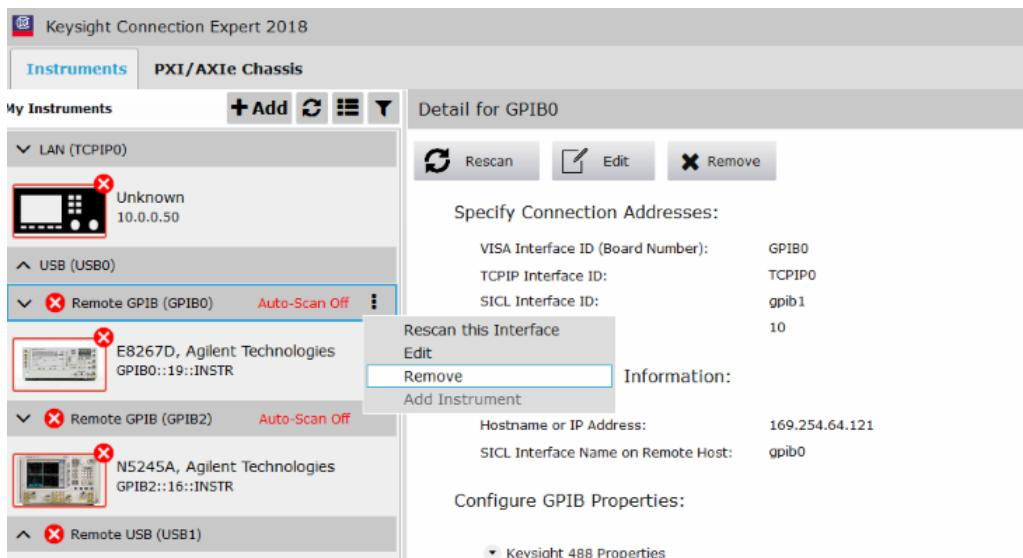

**Figura 7:** Añadir una nueva interfaz GPIB remota.
- a) Ir al ícono Add y seleccionar Remote GPIB interface como se observa en la Figura 7.
- a) Ir al ícono Add y seleccionar Remote GPIB interface como se observa en la **Figura 7**.